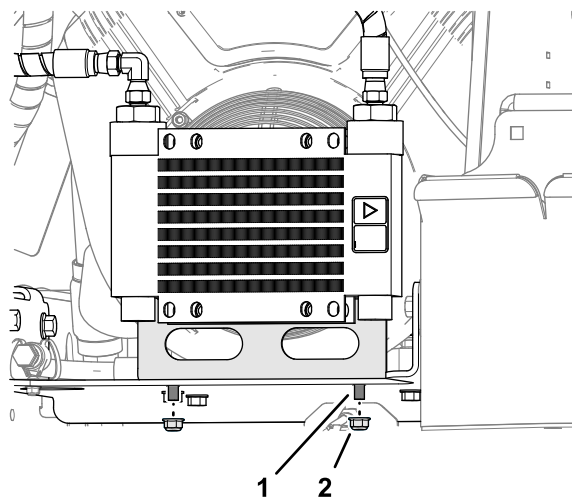

Figure 103
1. Retirez les 2 contre-écrous à embase qui fixent le refroidisseur d'huile hydraulique sur la machine, et soulevez le refroidisseur (Figure 103).
3. Montez le refroidisseur d'huile hydraulique sur la machine à l'aide des 2 boulons de carrosserie et des 2 contre-écrous à embase (Figure 103).